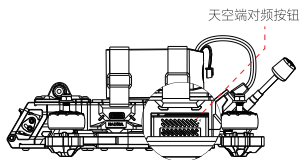

图 1-2
- ①分别给飞行器与飞行眼镜通电。
- ②通电后，按下天空端的对频键 [图 1-2]，天空端对频状态指示灯红灯闪烁。
- ③按下飞行眼镜的对频按键，飞行眼镜响起嘀~ 嘀~ 的提示音。
- ④确保天空端与飞行眼镜距离在 0.5 M 以内。对频成功后，天空端对频状态指示灯绿灯常亮，飞行眼镜提示音停止并显示图传。完成天空端与眼镜的对频。
①开启遥控器电源后再次长按遥控器电源按键，遥控器发出滴滴声且状态指示灯快闪，说明遥控器已进入对频状态；
②按下天空端对频键[图1-2]进入对频状态，对频成功后遥控器状态指示灯停止闪烁并变为绿灯长亮。